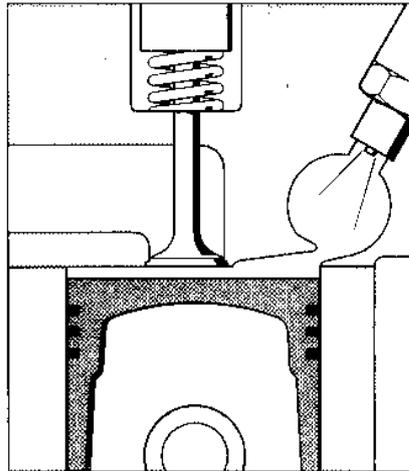

Fig.45
*b) procédé à chambre de turbulence (fig.45)*